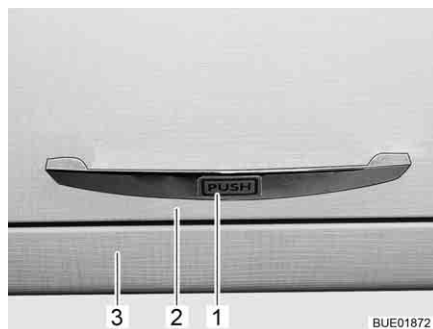

Fig. 43 Abattant de placard avec déverrouillage par pression
- Appuyer l'abattant de placard (Fig. 43,2) avec la poignée (Fig. 43,1) contre le corps de l'armoire (Fig. 43,3). L'abattant de placard est déverrouillé.